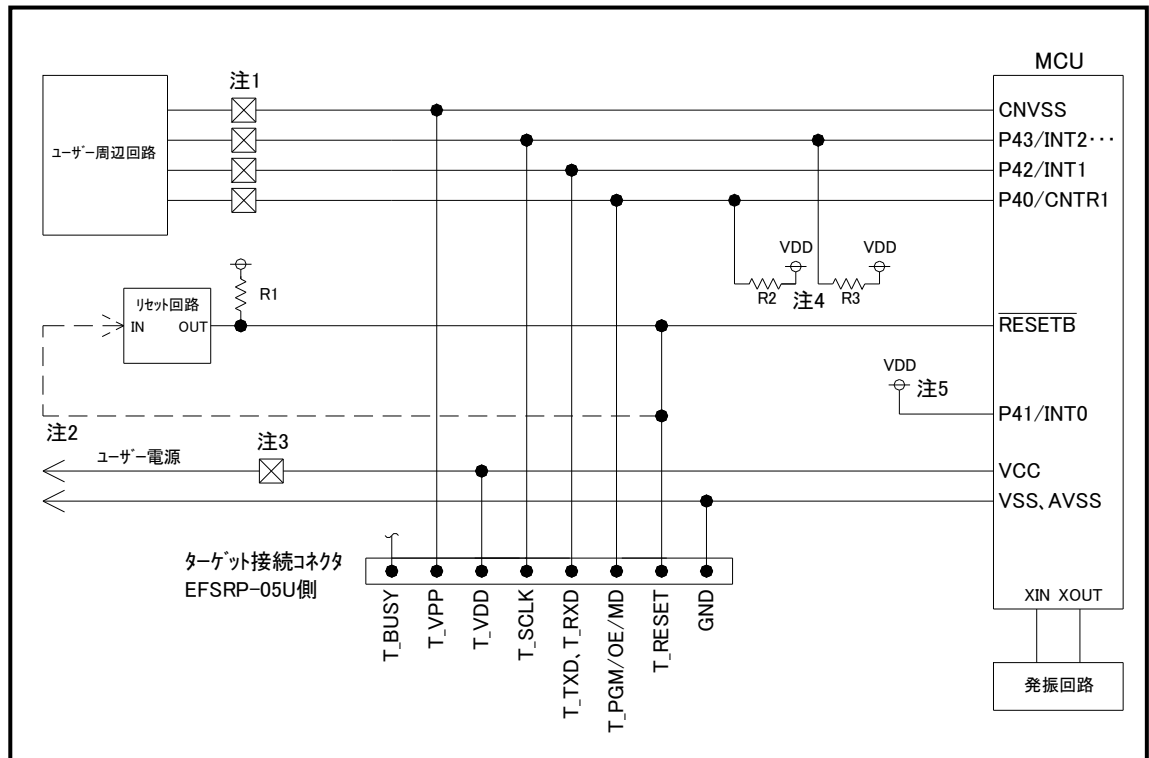

図3.1 ターゲットMCU周辺回路例
(1) 3850/3858グループ使用時のターゲットMCU周辺回路例を図3.1に示します。